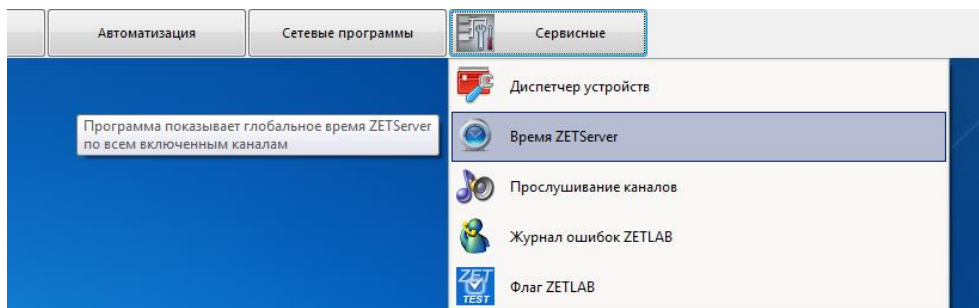
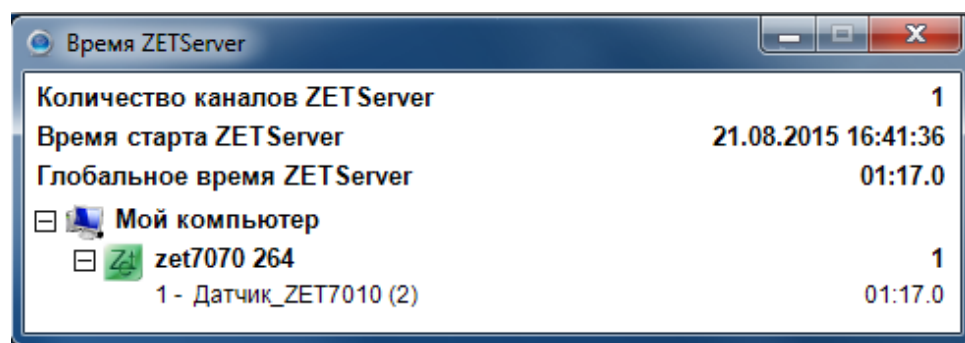

Рис.12
Рис.13
10. Для проверки работы каналов запустите программу «Время ZETServer», которая располагается в меню «Сервисные» панели ZETLAB (Рис.12).
Убедитесь в равномерном изменении счетчиков времени для каждого из каналов цифровых датчиков в окне программы «Время ZETServer» (Рис.13).
22. Для проверки работы каналов запустите программу «Время ZETServer», которая располагается в меню «Сервисные» панели ZETLAB (Рис.12) и убедитесь в равномерном изменении счетчиков времени для каждого из каналов цифровых датчиков в окне программы «Время ZETServer» (Рис.13).